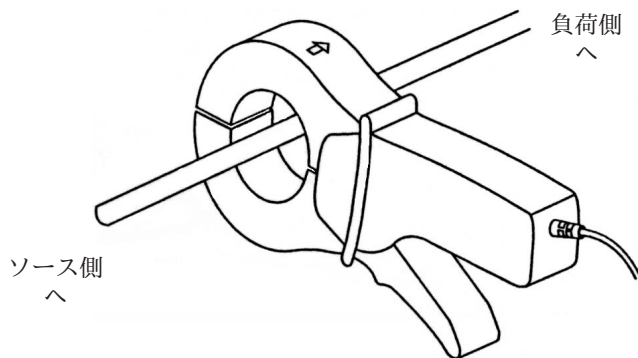

図1: 被測定ケーブルへのクランプ例
- 2) 電流プローブのハンドルを握り開口部を開け、被測定ケーブルをクランプします。「ホット（真線）」または「ニュートラル」のどちらかのケーブルをクランプしてください。図 1 をご参照ください。